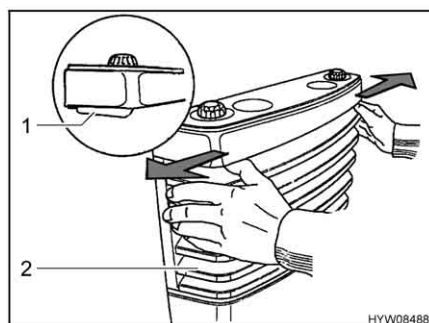

Fig. 98 Rimozione della copertura del riscaldamento
- Rimuovere la copertura del riscaldamento (Fig. 98,2). A tale scopo spingere contemporaneamente verso l'esterno le due leve di chiusura (Fig. 98,1) e ribaltare la copertura in avanti.